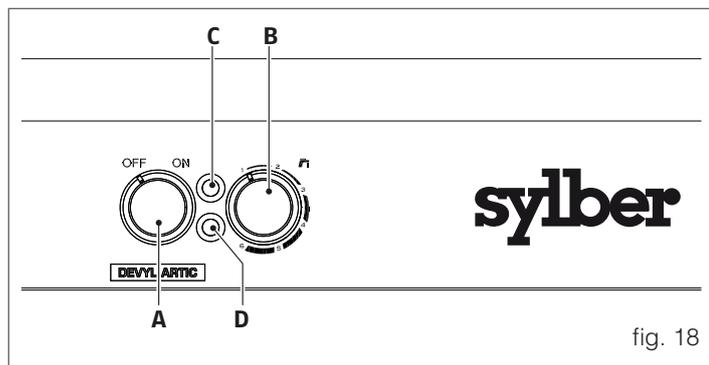

fig. 18
- Ruotare l'interruttore principale (fig. 18 - **A**) del pannello di comando su "OFF"
- Verificare lo spegnimento della segnalazione verde (fig. 18 - **C**)
Agendo sulla manopola di selezione della temperatura (fig. 18 - **B**) è possibile selezionare la temperatura dell'acqua calda richiesta tra il minimo ed il massimo.
Ruotando la manopola (fig. 18 - **B**) in una posizione intermedia, è possibile ottenere una temperatura dell'acqua fornita compresa tra i valori di minimo e di massimo selezionabili.
Le curve estreme dei diagrammi si riferiscono alle temperature ottenute in funzione della portata acqua con manopola (fig. 18 - **B**) nella posizione di minimo o di massimo.
Si consiglia di ridurre di qualche grado la temperatura richiesta ruotando in senso antiorario la manopola (fig. 18 - **B**).